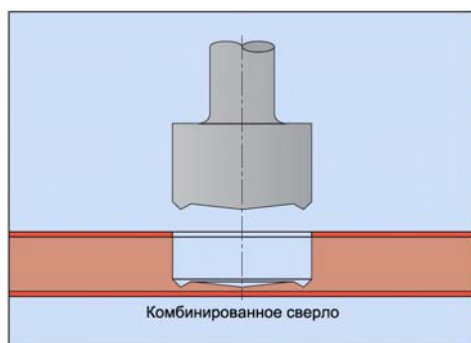

Рис. 11
■ Профильная режущая головка Profi Cut WE 610-1-5 является стандартным изделием фирмы Leitz (рис. 9). Вариант 1 (рис. 10) обеспечивает меньший износ инструмента за счет малой глубины профиля. Вариант 2 (рис. 11) обеспечивает горизонтальную обработку обеих частей, предназначенных для соединения. Оба варианта выпускаются по желанию клиента.